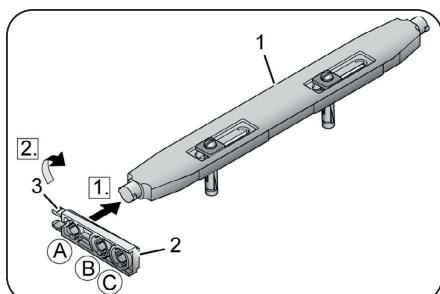

Fig. 4
- Inserire il ponte di supporto (1, Fig. 4) in uno dei fori A, B o C dei supporti in altezza (2, Fig. 4), a seconda dell'altezza di seduta del WC desiderata.
- Ruotare i supporti in altezza di 90°. Le alette di bloccaggio (3, Fig. 4) devono essere rivolte verso l'alto.